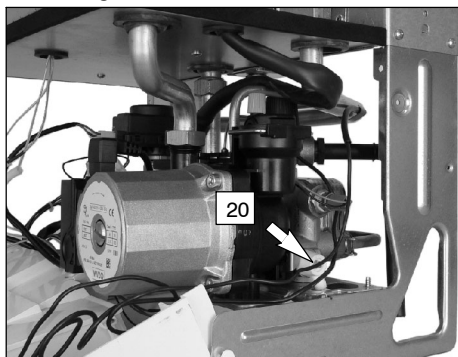

fig. 9.4
- 2 Abrir el grifo de vaciado del circuito primario 20 en la fig. 9.4